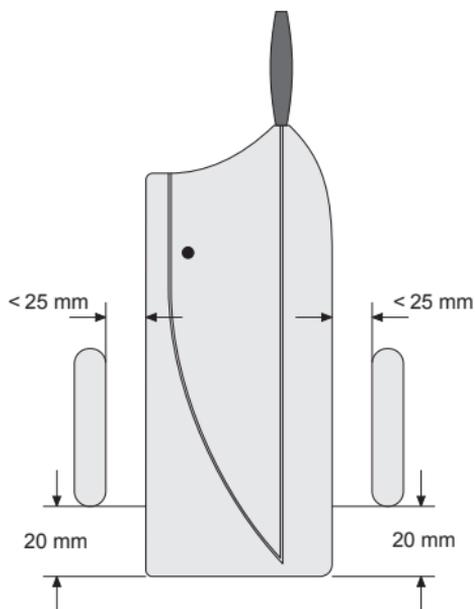

Bild 1
- In der Regel ist der Magnet am beweglichen Teil (z.B. Fenster, Türblatt) und der Tür-/Fenster-Kontakt „FHT80TF“ am unbeweglichen Teil (z.B. Fenster- oder Türrahmen) zu befestigen. Für die Abstände von Magnet zu Tür-/Fenster-Kontakt beachten Sie die Abbildung 1 auf der vorhergehenden Seite.
- Wenn der mitgelieferte Magnet (für den internen Magnetkontakt) verwendet werden soll, so befestigen Sie ihn mit dem mitgelieferten doppelseitigen Klebeband (Abstände beachten, siehe Bild 1 auf Seite 8). Alternativ ist die Befestigung mit 2 Schrauben möglich (Gehäusekappe des Magnets kann mit einem flachen Schraubendreher entfernt werden).